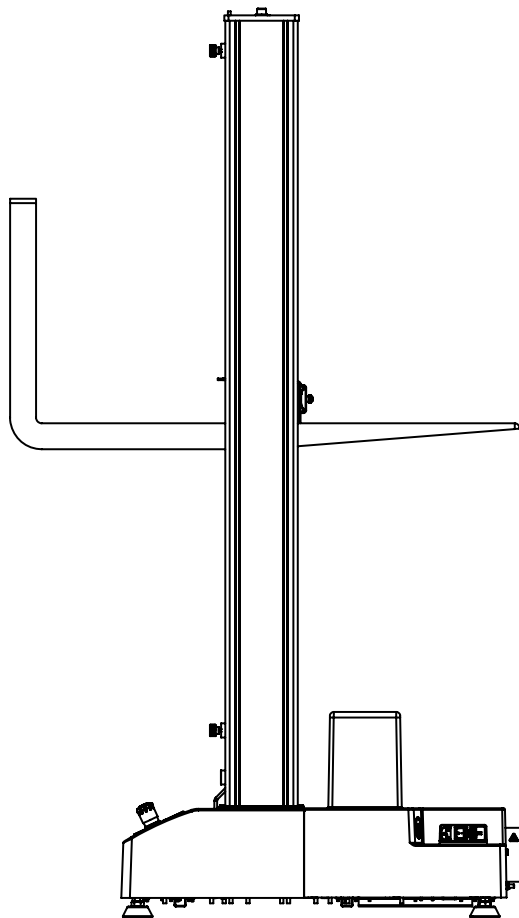

Figura 11. Sollevamento del telaio dalla traversa
2. Usando un carrello elevatore a forche imbottite o con un materiale di protezione intorno alla traversa, inserire con cautela le forche sotto la traversa, tra le colonne. Vedere Figura 11 a pagina 64.